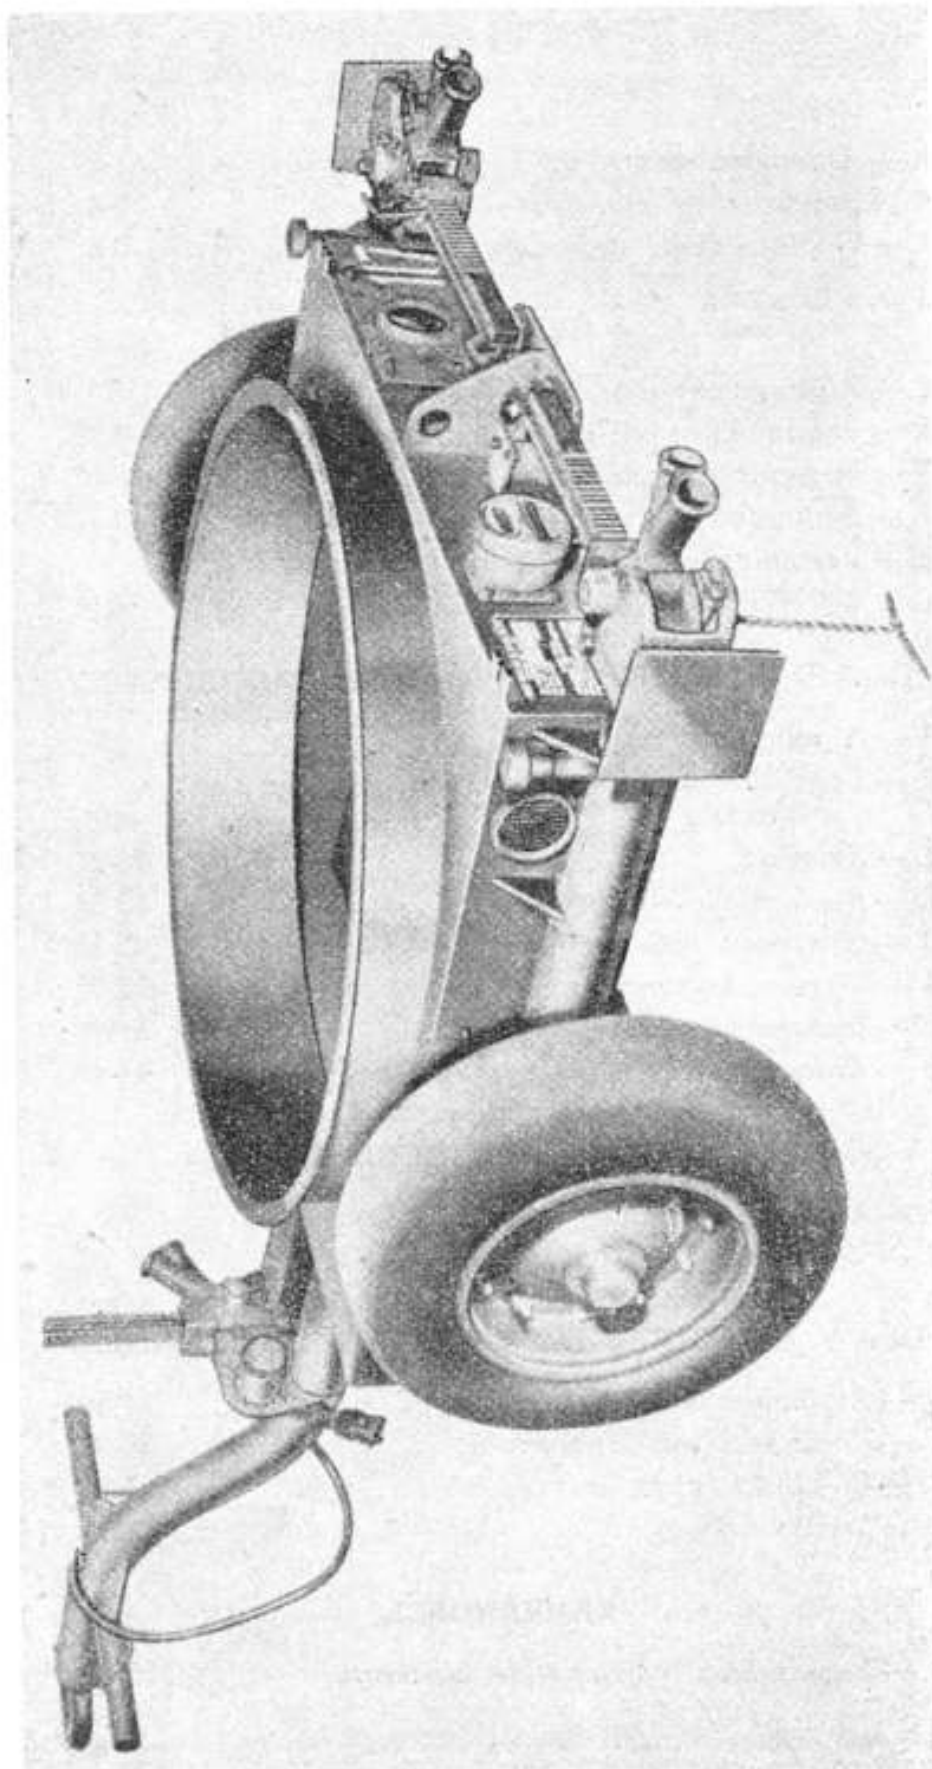

Fig. 1. — Aanhangwagen • M20 • voor affluit.
- a) *Doel.* — Deze tweewielige aanhangwagen (*fig. 1*) is speciaal ontworpen om het affuit « M45C » voor viervoudig machinegeweer kaliber .50 te vervoeren en het een stevige steun te bezorgen tijdens het vuren (*fig. 4*). Drie vijzels met speciale steunen, twee achteraan en een aan de dissel, laten een snel wegnemen van de wielen en een stevig vastzetten van het koetswerk op de grond toe.